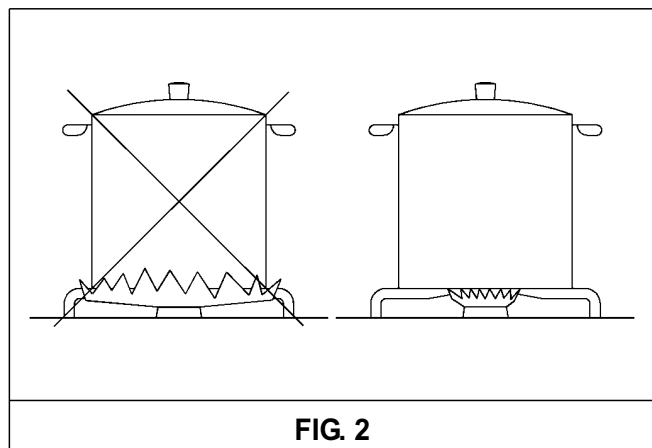

FIG. 2
- é preciso utilizar recipientes adequados a cada tipo de queimador (veja a tabela abaixo e a fig. 2).